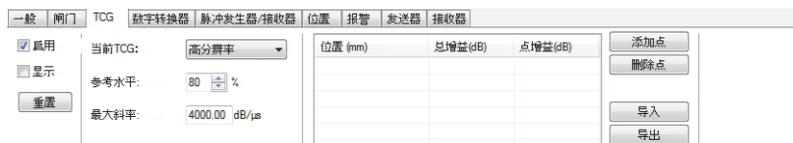

图 4-29 UT设置对话框中的TCG选项卡
- b) 在**UT设置**对话框中, 点击**TCG**选项卡, 然后选中**启用**复选框 (参见第123页的图 4-29)。